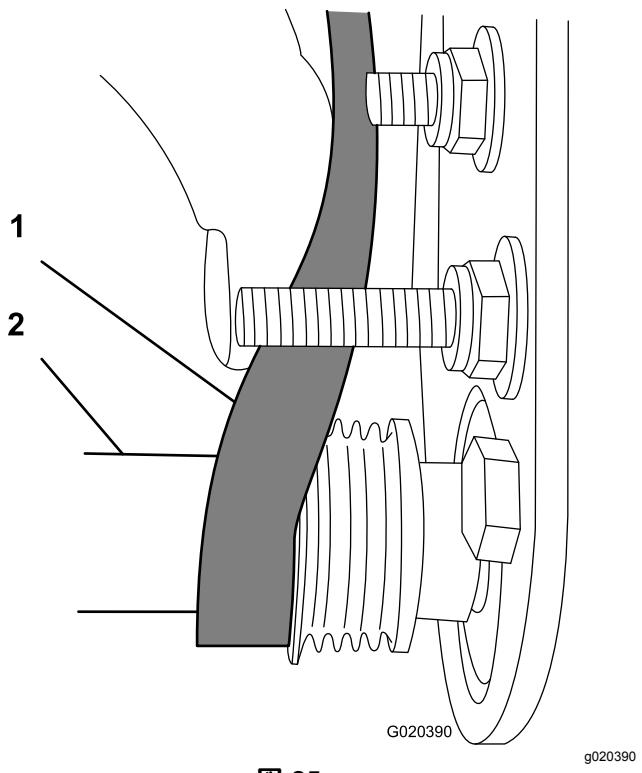

図 25
- 9/16" 深穴ソケットを使ってブラシアセンブリを回転させながら、ベルトを受動プーリに掛けまわす図 25。